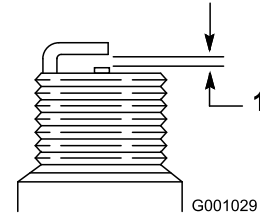

Bild 38
4. Stellen Sie den Abstand der Elektroden an der neuen Zündkerze auf 0,76 mm ein, wie in Bild 38 abgebildet.